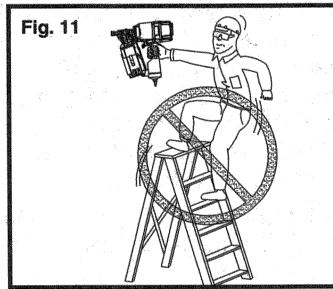

Fig. 11
18. NO SOBREALCANCE. Siempre mantenga buen equilibrio cuando use o maneje la herramienta. Fig. 11.